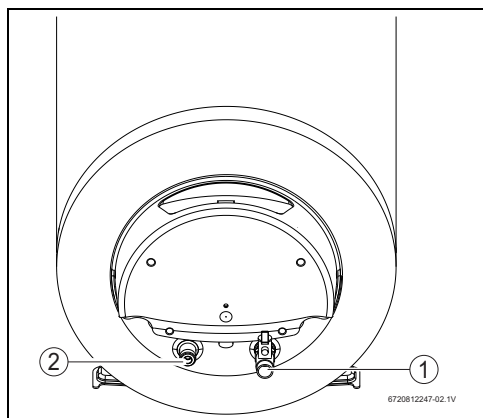

Fig. 9
- Para evitar confusiones, identifique convenientemente las conducciones de agua fría y de agua caliente (Fig. 9).